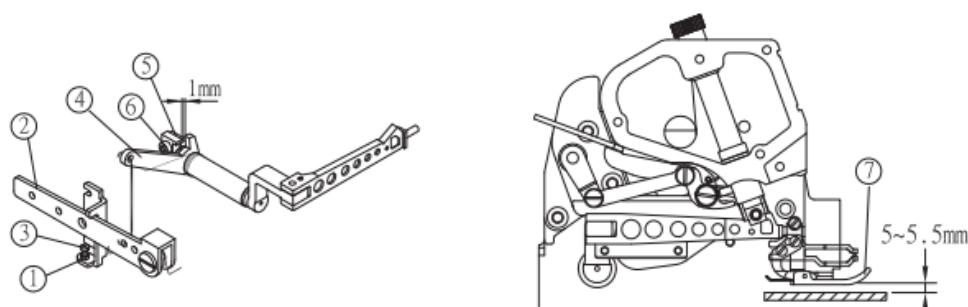

Рис.24
(1) Поверните маховик, чтобы переместить зубчатую рейку в нижнее положение, пока она не окажется под игольной пластиной, низ прижимной лапки должен касаться игольной пластины.
(2) Ослабьте винт (1), нажмите на рычаг (2), выставьте подъем лапки (7) на величину 5 ~ 5,5 мм. Отрегулируйте винт (3) и зафиксируйте винт (1).
(3) Должен быть зазор 1 мм между рычагом (4) и неподвижным кронштейном (5), который можно отрегулировать слегка ослабив винт (6).
(4) После всех приведенных выше настроек, пожалуйста затяните винт (6). (рис.24)